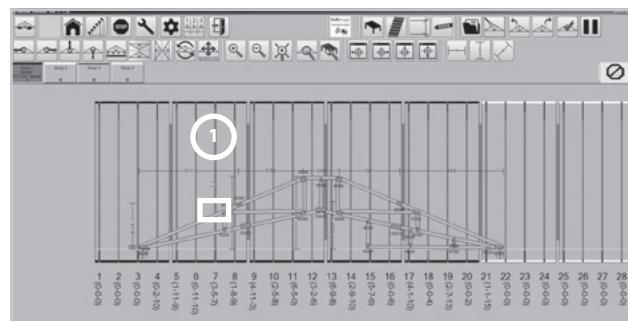

Figura 49
1. Seleccione el disco a mover haciendo clic en su eje, entonces el eje tomará color rojo (figura 49).